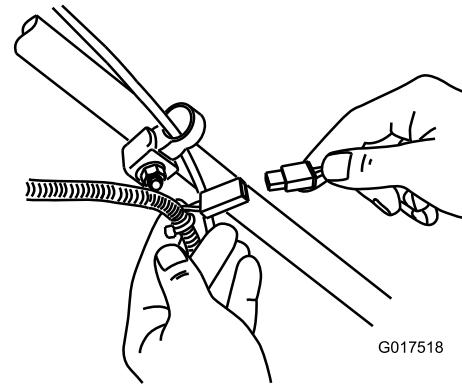

Bild 34
- Schließen Sie das Ladegerät an den Kabelbaum an, der sich unter dem Zündschloss befindet (Bild 34).